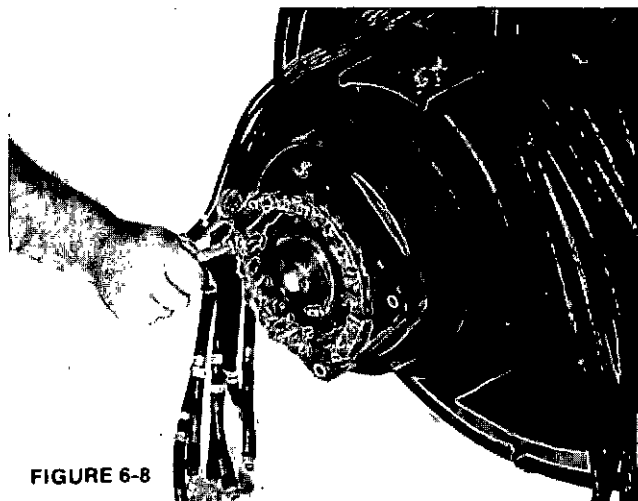

FIGURE 6-8
1. Débrancher les fils du PMG (Figure 6-8) et couper les collier maintenant les câbles pour qu'ils puissent être déconnectés du stator du PMG.